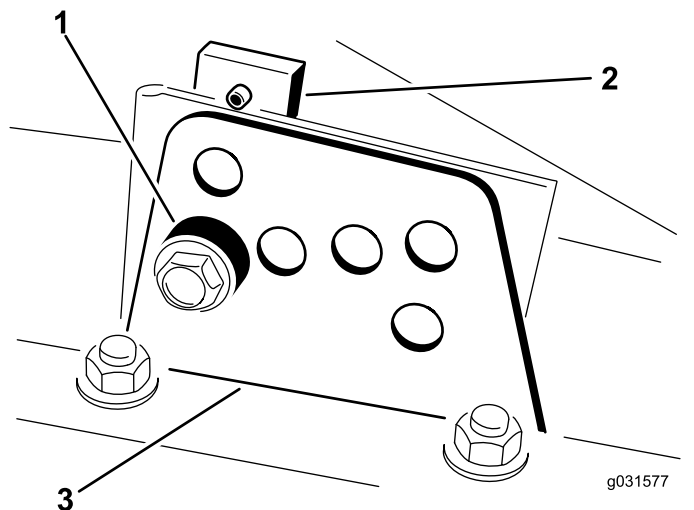

図 17
2. 図 17 のように、各刈り高ブラケットを刈り高プレート前と右と左に固定しているボルトをゆるめる。
4. チェンバを支えておきながらスペーサを取り外す 図 17。